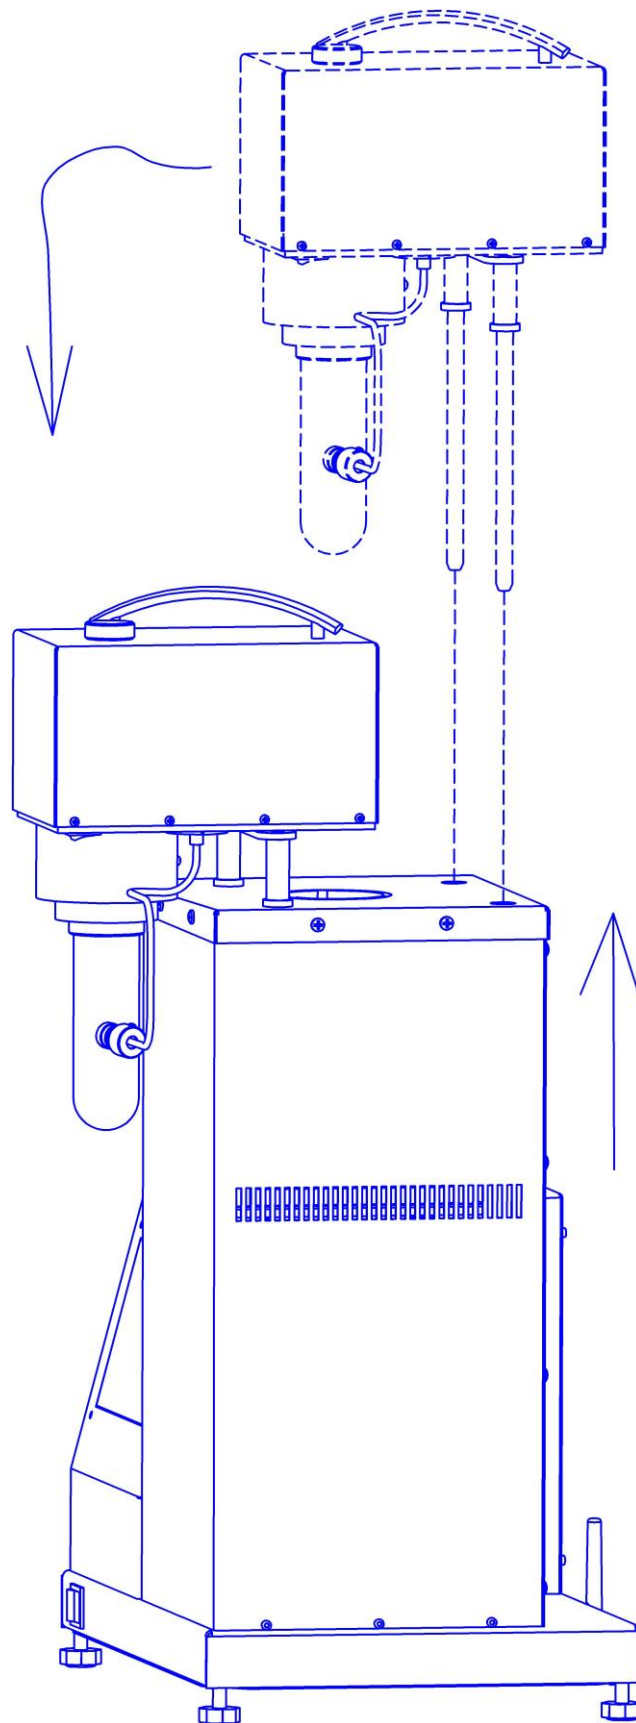

Рисунок 4 – Расположение блока технологического между испытаниями
4.4.2 Технологический блок перед испытанием необходимо закрепить снаружи с помощью направляющих (рисунок 4).